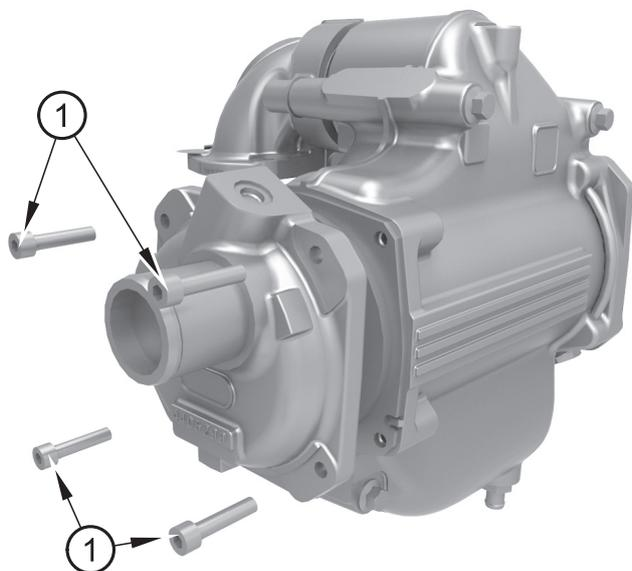

Abbildung 24
6. Lösen Sie die Schrauben (Abbildung 24, Nummer 1) und entfernen Sie die Endkappe.